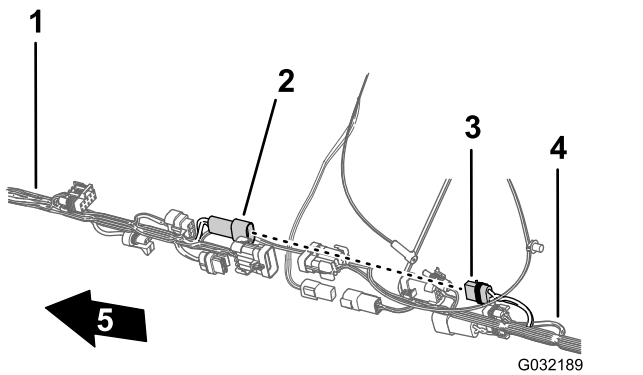

Bild 118
5. Stecken Sie den 2-Stift-Stecker des vorderen Kabelbaums für den Schlauchtrommelstrom in den 2-Buchsen-Stecker des hinteren Kabelbaums für den Schlauchtrommelstrom (Bild 118).